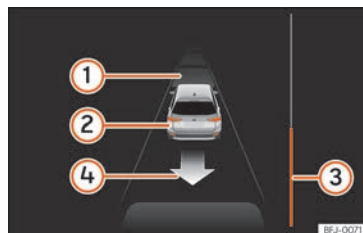

Abb. 286 Am Bildschirm des Kombi-Instruments: parallel zur Fahrbahn ausparken.
- Fahren Sie rückwärts, bis das Dauertonsignal des ParkPilot ertönt; **ODER:** fahren Sie zurück, bis am Bildschirm des Kombi-Instruments die Anzeige zur Vorwärtsfahrt erscheint. Die Fortschrittsanzeige »» **Abb. 286** **③** zeigt den zurückzulegenden Abstand an »» **Seite 333**.